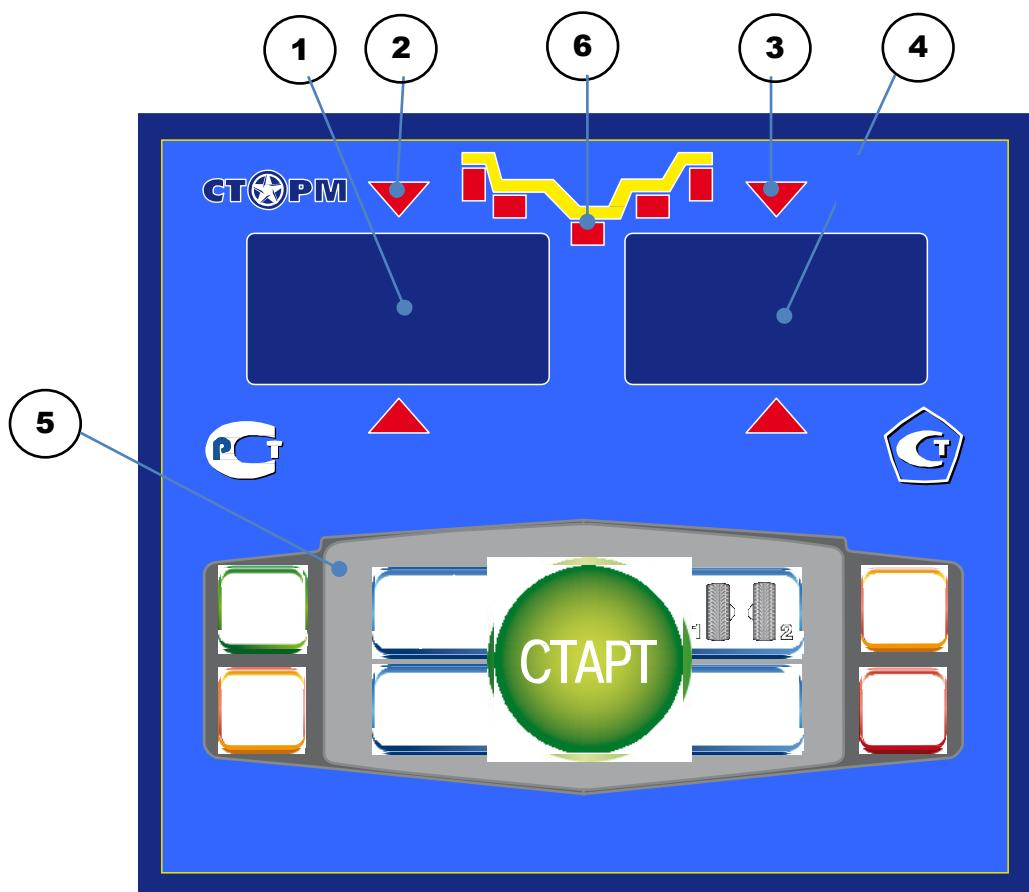

рис.8.1.
8.1. Общий вид лицевой панели показан на рис. 8.1.
При выдвижении штанги на индикаторах 1 (рис. 8.1) отображается значение параметра "A". Значение параметра "d" отображается на индикаторах 4.
Для ввода ширины нажмите кнопку "+" или "-" на индикаторах 1 (рис. 8.1) высветится "-b-", а на индикаторах 4 значение ширины диска. Через 2-3 сек после установки ширины индикаторы в режим отображения текущего дисбаланса.
Дважды нажать кнопку "A, d, b", после чего на индикаторах 1 (рис. 8.1) загорается символ "A", а на индикаторах 4 исходная величина дистанции. Нажимая кнопки "-" и "+" установить на индикаторах 4 требуемую величину дистанции. Через 2-3 сек после установки дистанции показания на индикаторах 1 и 4 возвращаются к отображению текущего дисбаланса, а кнопки "-" и "+" возвращаются в режим ввода ширины обода.
11.1. Переключение схем ALU1-ALU5 осуществляется последовательным нажатием кнопки "ALU" при этом схема установки грузов отображается загоранием соответствующих светодиодов 6 (рис.8.1), кроме того, на индикаторах 1 отображаются символы ALU, а на индикаторах 4 номер 1-5. Через 2-3 сек. после установки требуемой программы ALU индикаторы 1-4 переходят в режим отображения дисбаланса.
Эта функция обеспечивается тем, что каждый раз при вводе новых геометрических параметров и установке требуемой программы ALU, предыдущее состояние запоминается. Для перехода от одного набора параметров к другому необходимо нажать кнопку "1-2". Визуальный контроль того, какие параметры установлены в данный момент, осуществляется нажатием "A,d,b" на индикаторах 4 (рис.8.1) будут последовательно отображены, установленные в данный момент диаметр и ширина обода и дистанция.
13.1. При включении тумблера питания СБ на индикаторах 1 (рис. 8.1) высвечивается трёхзначное число -номер версии программного обеспечения. Через 2-3 сек на индикаторах 1 и 4 должны загореться нули, кроме того должны загореться светодиоды 6, что свидетельствует о включении режима стандартной балансировки с установкой на обеих плоскостях коррекции грузиков на пружинках. На светодиодах 2 и 3 (рис. 8.1) должны загореться оба светодиода.
13.2. При включении СБ программа измерения дисбаланса настраивается таким образом, что дисбаланс менее 8 г (заводская установка) на любой плоскости коррекции не показывается, в этом случае на индикаторах 1 и 4 (рис. 8.1) высвечиваются "0". Минимальный дисбаланс отображающийся на индикаторах 1 и 4 равен 8г. Дисбаланс, превышающий 8г, округляется до величины кратной 5, т. е. дисбаланс 9, 10, 11 и 12 г отображается цифрой 10, дисбаланс 13, 14, 15, 16 и 17 г - цифрой 15 и т. д. Для просмотра неокруглённого значения дисбаланса или дисбаланса менее 8г. необходимо нажать кнопку
13.5.1. Поднимите защитный кожух. Вручную поворачивайте колесо в направлении, которое показывают светодиоды 2 и 3 (рис. 8.1.) до тех пор, пока не загорятся оба светодиода и начнут мигать вместе с значением массы корректирующих грузов.
14.2.1. Войти в программу калибровки СБ, для чего нажать и удерживать кнопку "C". На индикаторах 1 и 4 (рис.8.1), появятся мигающие символы "CAL". После звукового сигнала символы "CAL" загораются постоянно.